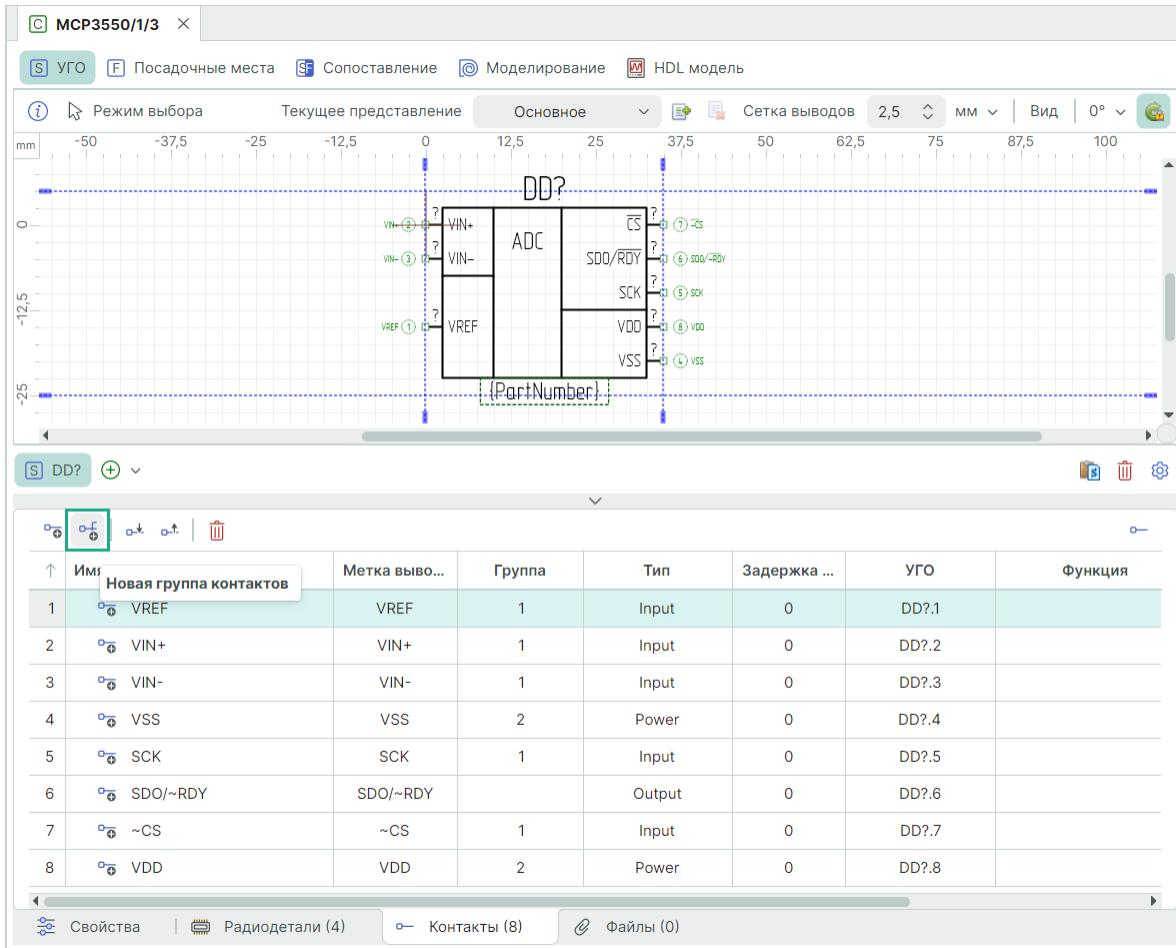

Рис. 250 Создание группового вывода и контактов
- Нажмите иконку  «Новый группа контактов», см. Рис. 250.